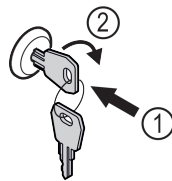

Fig. 196
- Schlüssel hineindrücken. Fig. 196 (1)
- Schlüssel um 90° im Uhrzeigersinn drehen. Fig. 196 (2)